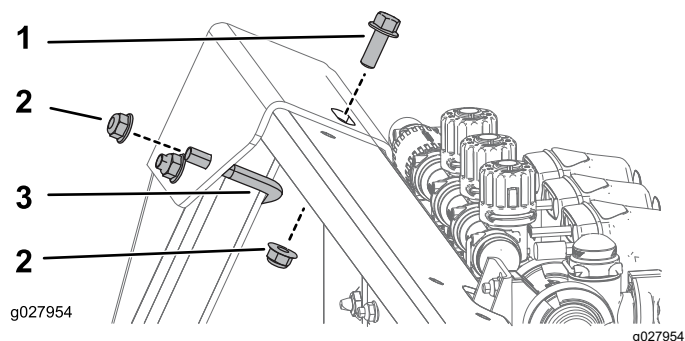

Figure 10
2. Fixez l'arrière du support supérieur au moyen de 1 étrier fileté, 1 boulon (3/8"-16 x 1") et 3 écrous à embase (3/8"-16), comme montré à la Figure 10.